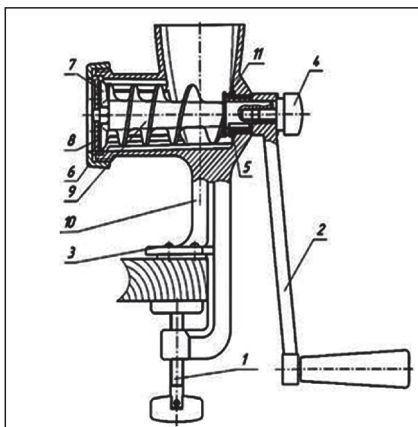

Рис. 1. Механическая мясорубка и схема её элементов
Элементы ручной механической мясорубки показаны на рис. 1. Из схемы мясорубки (рис. 2) видно, что она не очень-то сложна:
В результате вращения ручки (2) (рис.1), винт (4) и втулка шнека (11) начинают вращаться. При помощи вращения движение передается на шнек (5), который, в свою очередь, создает продвижение продуктов, мяса по корпусу (10) мясорубки.